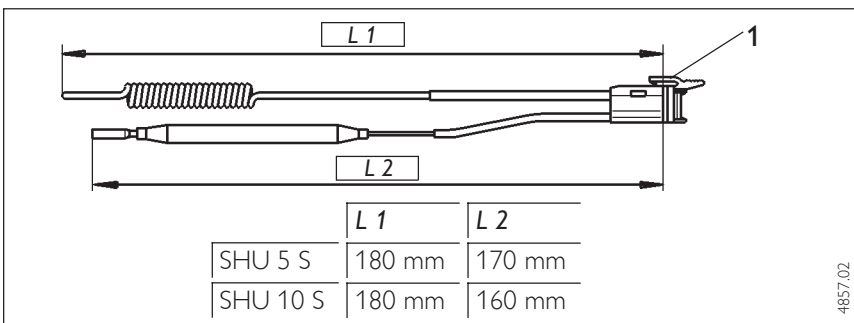

Abb. 14/ Fig. 14/ Afb. 14
### Regler- und Begrenzer-Justierung, Abb. 14
Klemme Abb. 14, Pos. 1 einrasten!
Thermostat and thermal safety cut-out adjustment, Fig. 14.
Allow clamp Fig. 14, item 1, to latch in!
Ajustage des thermostats de réglage et de sécurité ( Fig. 14).
Enfoncer l'ergot Fig. 14, rep. 1!
Dompellengte van de thermostaat en begrenzer evt. corrigeren, (Afb. 14).
Klem (Afb. 14, nr. 1) vastzetten!